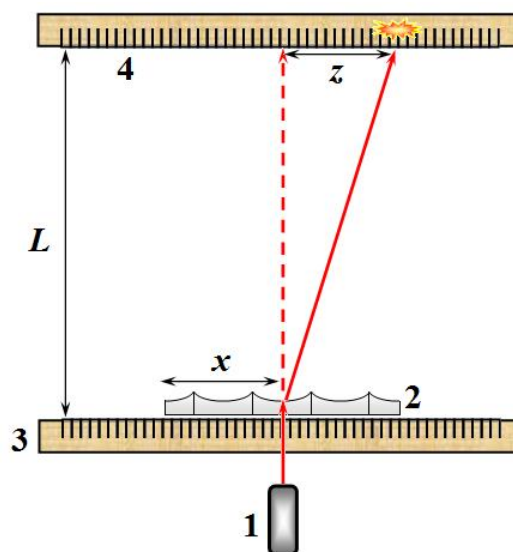

Рис. 2
Для проведения измерений соберите следующую установку (Рис. 2). Закрепите вертикально с помощью канцелярских зажимов на столе линейку 4, которая также будет служить экраном. С помощью кусочка пластилина закрепите на столе лазерный источник света 1, так чтобы его луч падал на линейку-экран 4 перпендикулярно. Параллельно линейке-экрану 4 с помощью скотча закрепите плашмя направляющую линейку 3. Расстояние между линейками должно быть равно $L = 35\text{ см}$.
1.3 Запишите формулу зависимости отклонения луча на экране z (см. рис.2) от угла наклона φ .
2.3 Измерьте зависимость смещения луча z на экране от координаты точки его падения на пластинку x (см. рис.2). Измерения проведите по всей длине пластинки. Постройте график полученной зависимости.